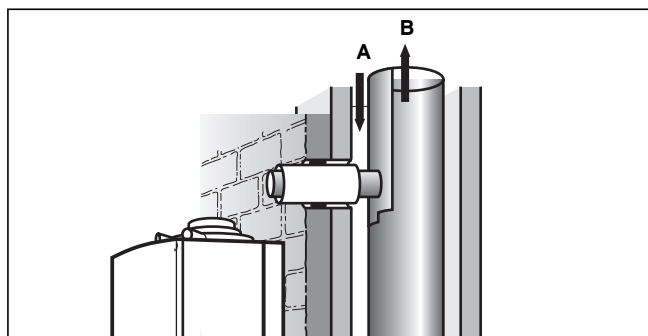

Рис. 6.12 Укорачивание длины трубы газоотвода и установка трубы воздухопровода
- Создайте на LAS подсоединение согласно рис. 6.12 и в соответствии с размерами из главы 3. Эти размеры позволяют боковую установку прибора или установку непосредственно на наружной облицовке.